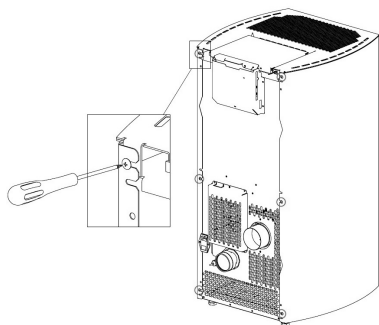

Fig. 55 - Sprostite vijake
- Sprostite 6 zadnjih vijakov (gl. **Fig. 55**).